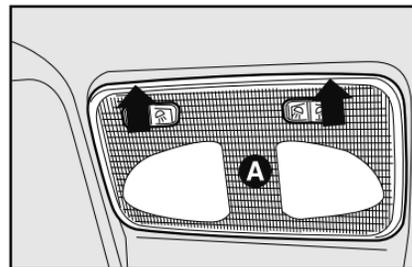

fig. 22
1) Con un destornillador, quite el transparente **A-fig. 22**, montado a presión, como se ilustra en la figura;